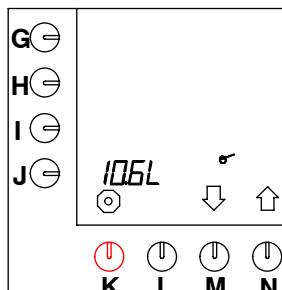

Fig. 20 Cantidad total de agua.
- Una vez introducido el código PIN maestro, fig. 20 aparece en el display.